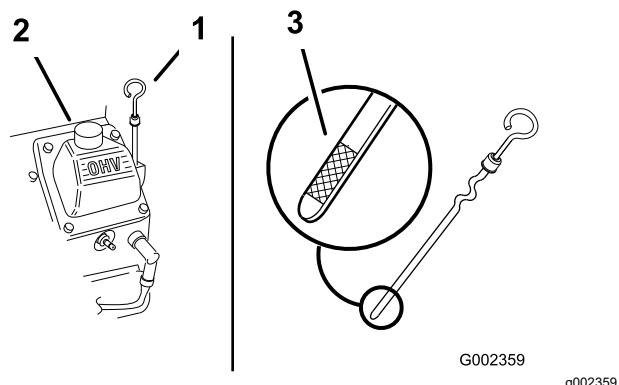

Figure 163
- Nettoyez la surface autour du bouchon de remplissage et de la jauge d'huile (Figure 163).